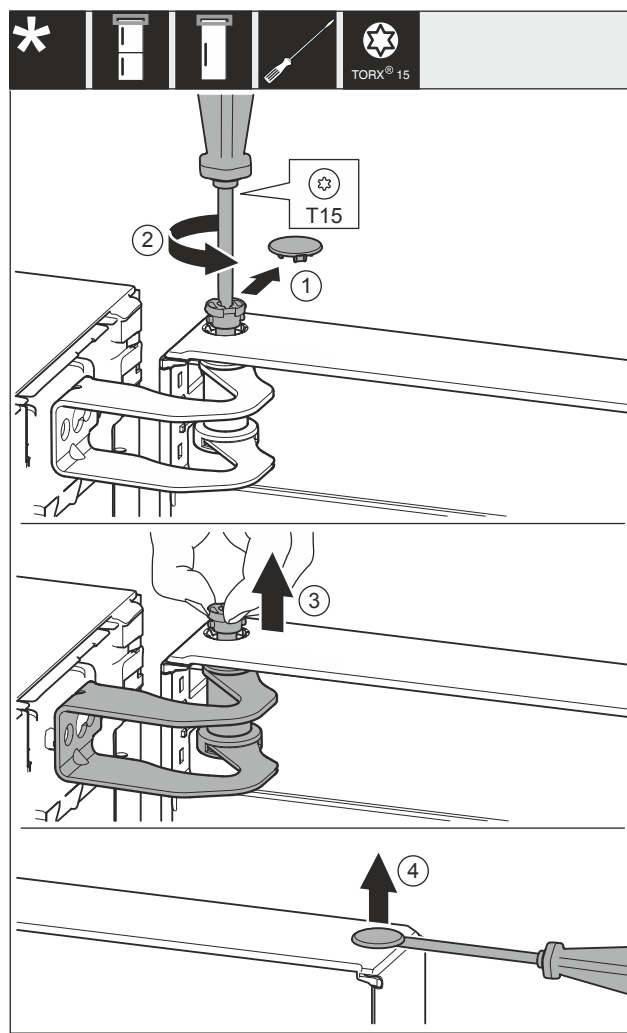

Fig. 27
- Pokrov Fig. 27 (1) previdno odstranite.
- Sornik Fig. 27 (2) nekoliko odvijte z izvijačem.
- Izvlecite sornike Fig. 27 (3) s prsti.
- Pokrov Fig. 27 (4) previdno dvignite z izvijačem in jih odstranite.